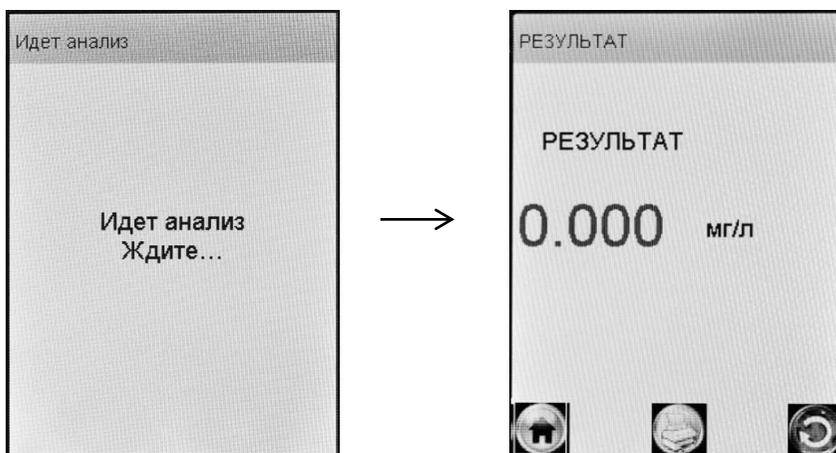

Рисунок 15 – Предьявление результата измерения
2.7.14 После отбора пробы воздуха производится измерение массовой концентрации паров этанола в отобранной пробе, при этом на экране отображается сообщение «Идет анализ Ждите...» (рисунок 15, слева).
После того как анализ пробы произведен, на экране предьявляется результат измерения массовой концентрации паров этанола (алкоголя) в отобранной пробе выдыхаемого воздуха (рисунок 15, справа).